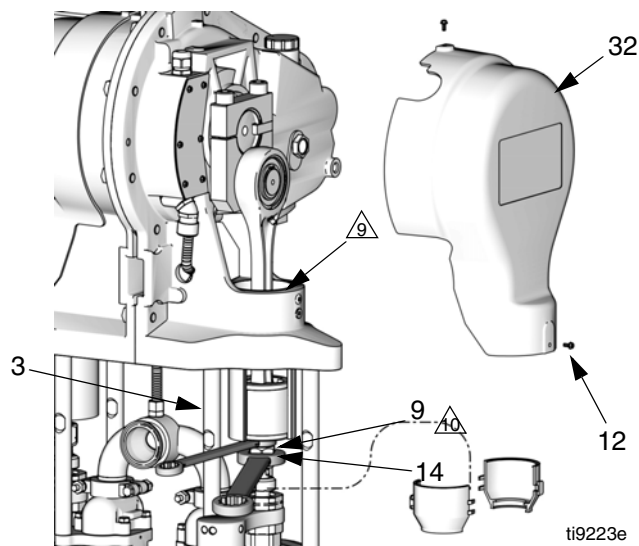

FIG. 14. Retire la tuerca de acoplamiento
1. Ponga el motor en modo JOG (movimiento momentáneo) para llevar la bomba en el lado que se va a reparar al extremo inferior de su carrera. Esto permite acceder a la tuerca de acoplamiento (14).
4. Retire dos tornillos (12) y la cubierta. La FIG. 14 muestra la cubierta (32) del lado opuesto al motor, la cubierta del lado del motor es la (21).
9. Coloque un trapo limpio sobre el cilindro de corredera (2).
10. Sujete las caras planas del pistón de corredera (9) con una llave de 3/4 pulg. y colóquela contra la varilla de unión (3).